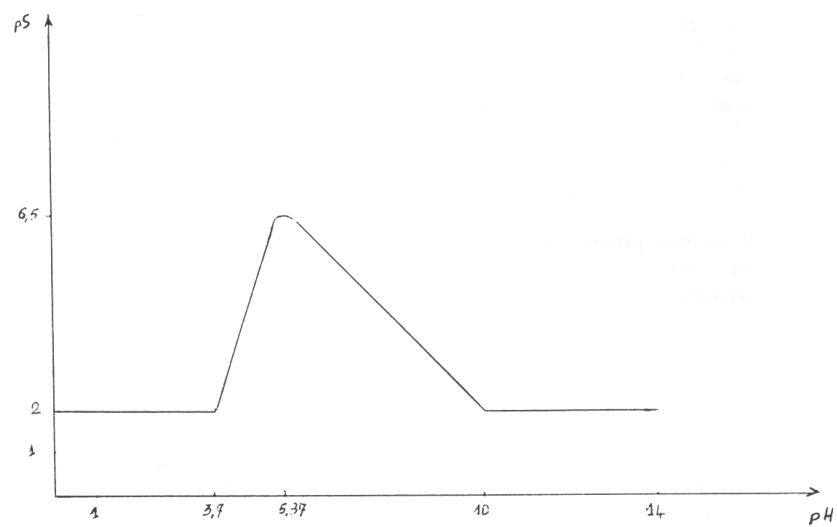

fig. 1 : Solubilité de Al(OH)_3 en fonction du pH.
- fig. 1 $pS = f(pH)$, cas de $Al(OH)_3$.